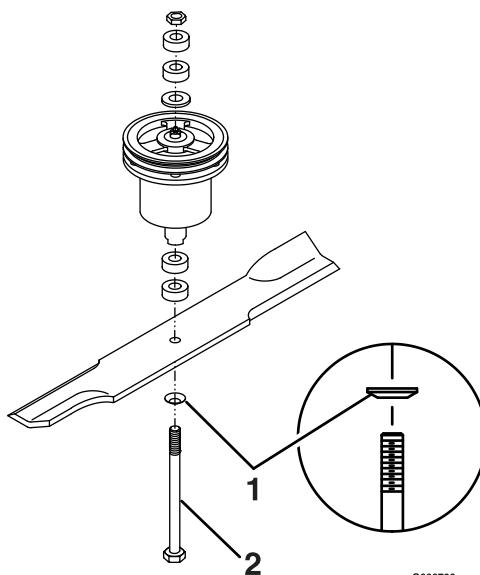

Figura 8
4. Vuelva a instalar las cuchillas (si han sido retiradas) y apriete los pernos de la cuchilla a 75-80 pies-libra (102-109 N·m). Asegúrese de que el cono de la arandela elástica está orientado hacia la cabeza del perno (ver Figura 8).